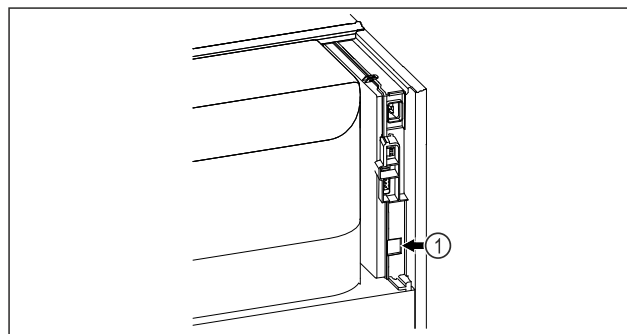

Fig. 77
- SmartModule Fig. 77 (1) is geplaatst.